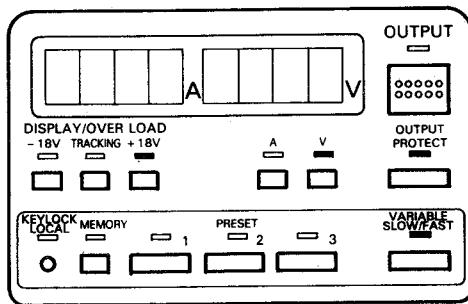

図 7
- 1) 図 7 のような LED の点灯および消灯状態にしてください。